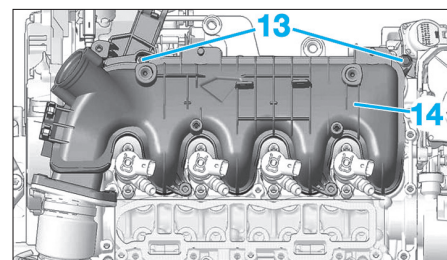

Fig. 45
- les vis (13) (Fig.45),
- le répartiteur d'air d'admission (14),